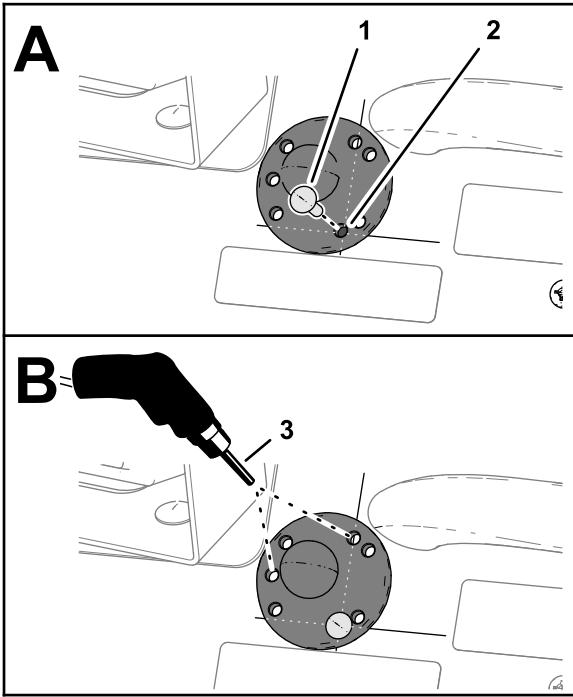

Figure 21
- Alignez le trou du support à rotule sur le trou de la planche de bord et insérez un boulon de carrosserie (n° 10 x  $\frac{1}{8}$ "), comme montré à la Figure 21.
- Alignez le trou du support à rotule sur le trait vertical et servez-vous du support à rotule comme gabarit pour percer un trou dans la planche de bord à l'aide d'un foret de 6 mm (Figure 21).
- Servez-vous du support à rotule comme gabarit pour percer un trou de 4 mm dans la planche de bord (Figure 21).